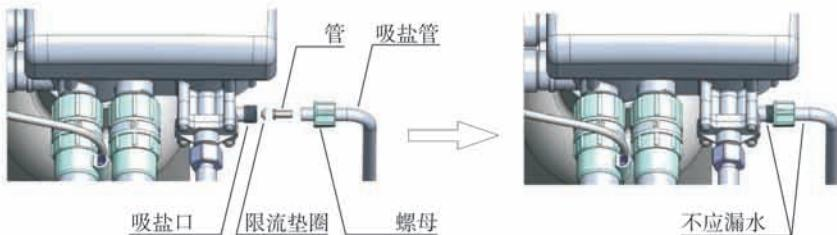

图1-5
**⑥安装吸盐管路**
- a、如图1-5所示，将G3/8螺母套入吸盐管内；